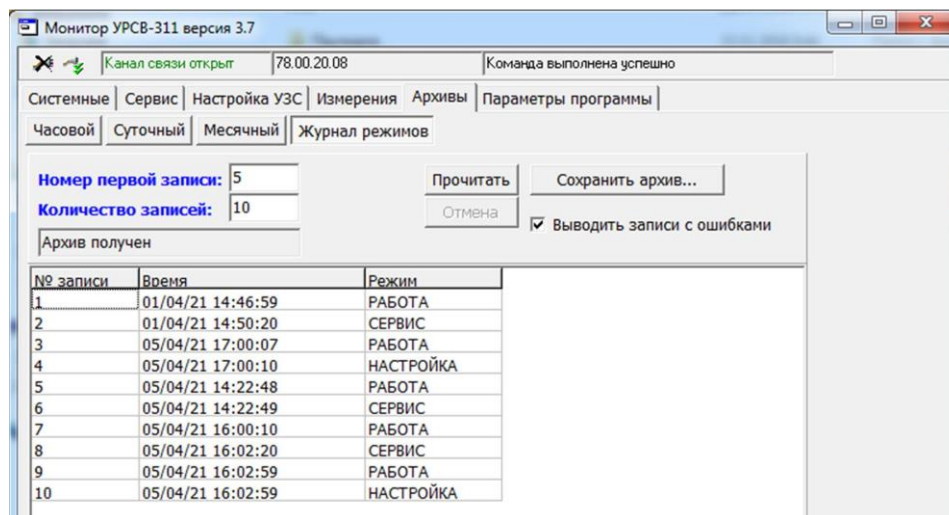

Рис.13. Вид окна «Журнал режимов».
4.1.6. Аналогичным образом на монитор ПК выводится окно **Журнал режимов** (рис.13).